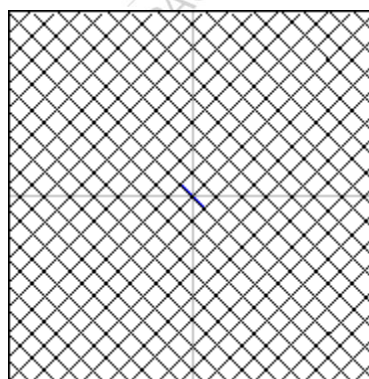

図 3.2.09
**Angle Step**：各ハッチラインの進行角度。図3.2.09にAngle Startが45°、Angle Stepが90°の場合の塗りつぶし表示を示します。